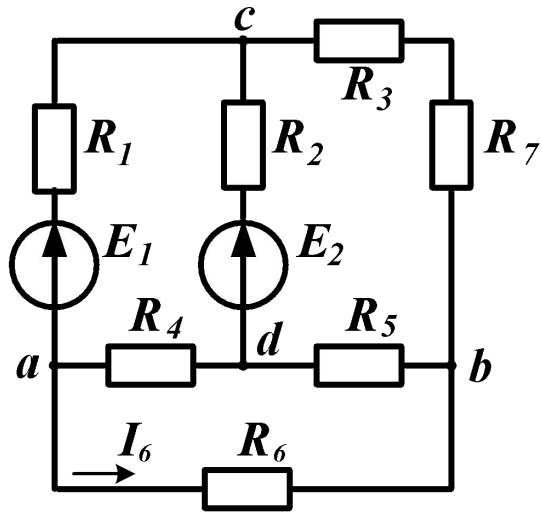

Рисунок 3.13
Визначити струм в гілці з шостим резистором методом еквівалентного генератора (рис. 3.13).
1) Зі схеми (рис. 3.13) віддаляється гілка з резистором R_6 , в якій треба знайти струм.